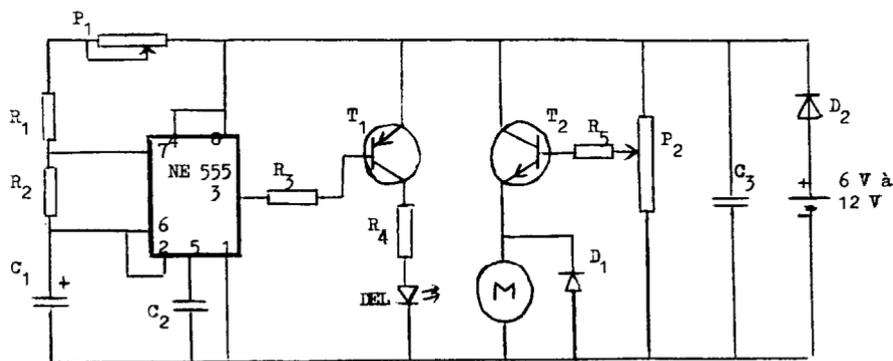

Figure 1
2.1. Principe (figure 1 et 1 bis)
Figure 1 bis